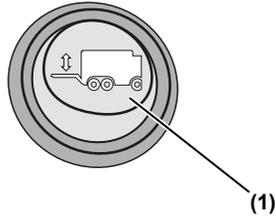

Abbildung 4: Kontrollgerät
- ▶ Schalten Sie den Vertikallift mit dem Kippschalter **(1)** im Kontrollgerät im Fahrerhaus ein (siehe Abbildung 4, Seite 22).